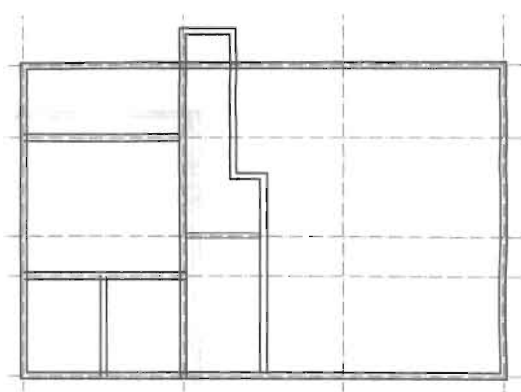
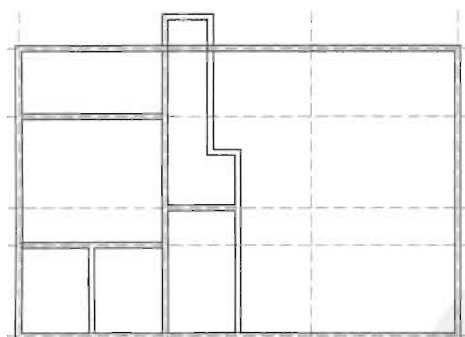

图 5-147
图 5-148
(4) 按空格键继续执行 MLINE 命令, 继续绘制墙体线, 如图 5-147 所示。
(5) 单击“修改”工具栏中的“分解”按钮, 将绘制的多线分解, 这样才能对它进行修剪操作。
(6) 单击“修改”工具栏中的“修剪”按钮, 修剪多线相交的部分, 结果如图 5-148 所示。